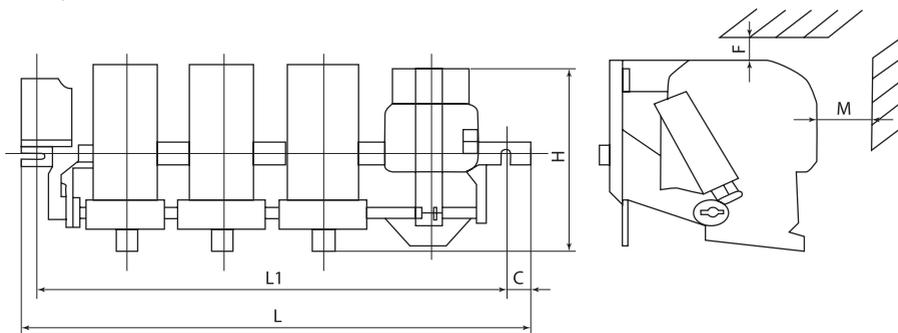

Рисунок 1
5.2. Важным условием правильной работы контактора является его установка на вертикальной плоскости, как показано на рис. 1, так как подвижная часть конструкции обладает значительной массой, влияющей на время замыкания и размыкания контактов.